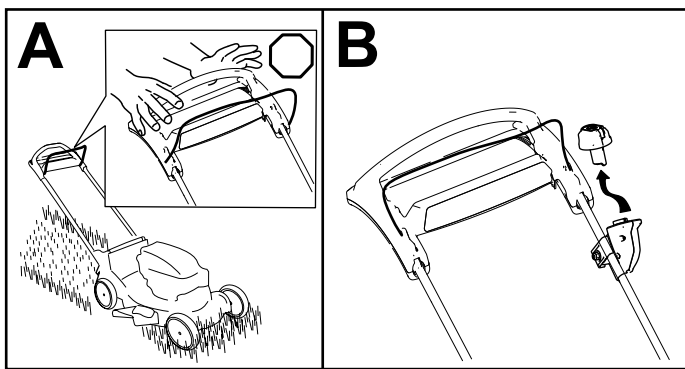

Figura 15
1. Liberte a barra de controlo da lâmina (A de Figura 15).
2. Remova o botão de arranque elétrico do interruptor do arrancador elétrico (B de Figura 15).